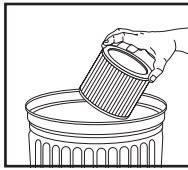

FIGURA 17
23. Para limpiar el filtro de cartucho agítelo o cepíllolo para quitar el exceso de suciedad. **FIGURA 17.**